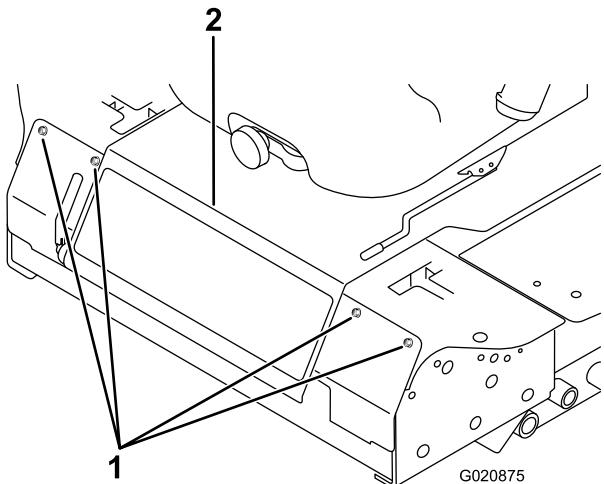

Рисунок 43
- Снимите болты крепления передней панели и снимите переднюю панель (Рисунок 43).